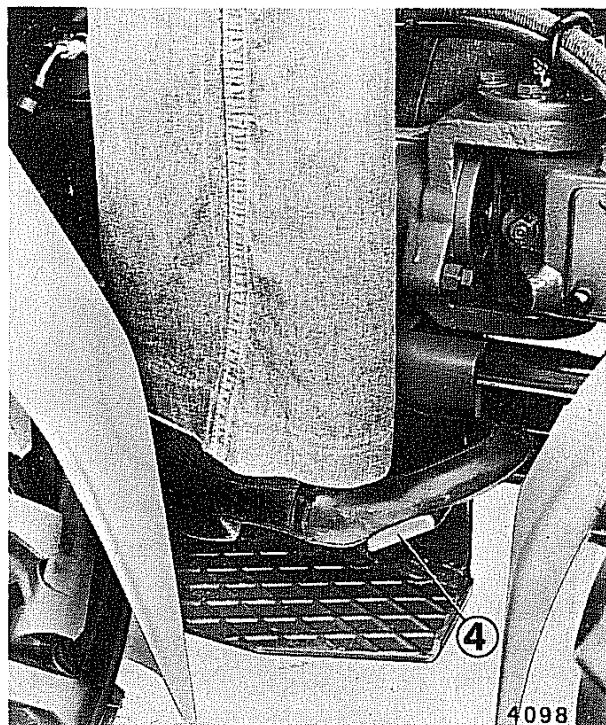

Fig. 10 - Frenatura di servizio.
Di tipo meccanico con comando a pedale (4) agisce sulle ruote posteriori della trattice (fig. 10).